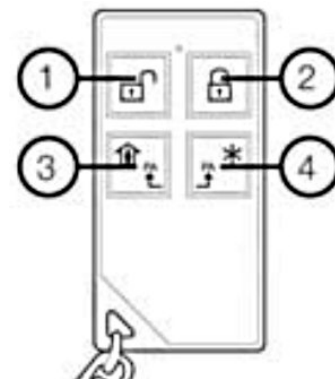

Рисунок 38. Кнопки брелока FW2-RMT-8F
2. Брелок – сначала удалить предыдущую регистрацию одновременным нажатием кнопок ② и ③ (см. рисунок 38).